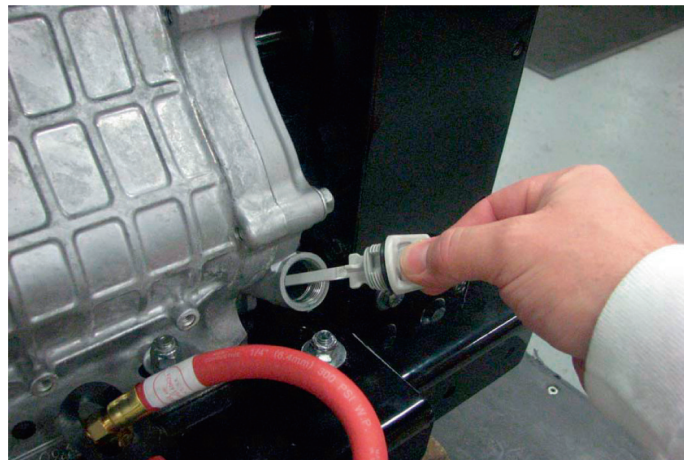

Рис. 2.11. Горловина для заправки маслом двигателя Subaru (расположена на каждой стороне двигателя)
- Разгрузочный материал направляется в кузов транспортного средства с помощью дополнительного разгрузочного комплекта с трубой (дет. № 74634-00). См. рис. 2.11.